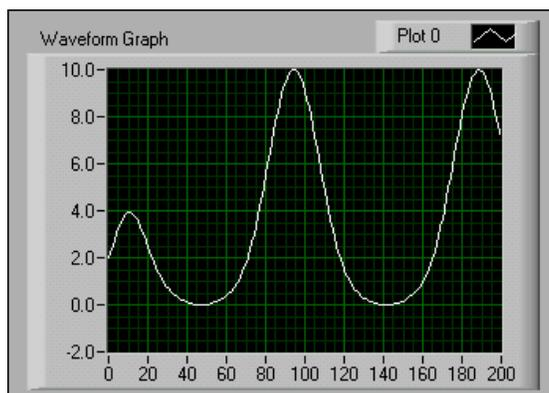

Figure 1.6
1. Abrir un VI en blanco y construir el panel frontal mostrado en la Figure 1.6.